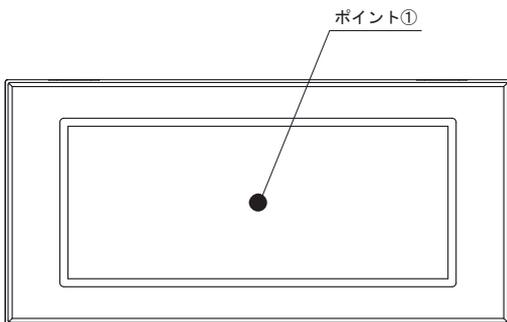

図8.4 温度測定ポイント
- カバーを付けたタイプです。出力ディレーティングはオプション“-N”のディレーティングをご参照ください。図8.4で示す温度測定ポイントの温度が表8.3～表8.6で示す温度以下となるようにお使いください。期待寿命は表8.7～表8.10、無償補償期間は表8.11～表8.14をご参照ください。ポイント上限温度での期待寿命は2年以上です。